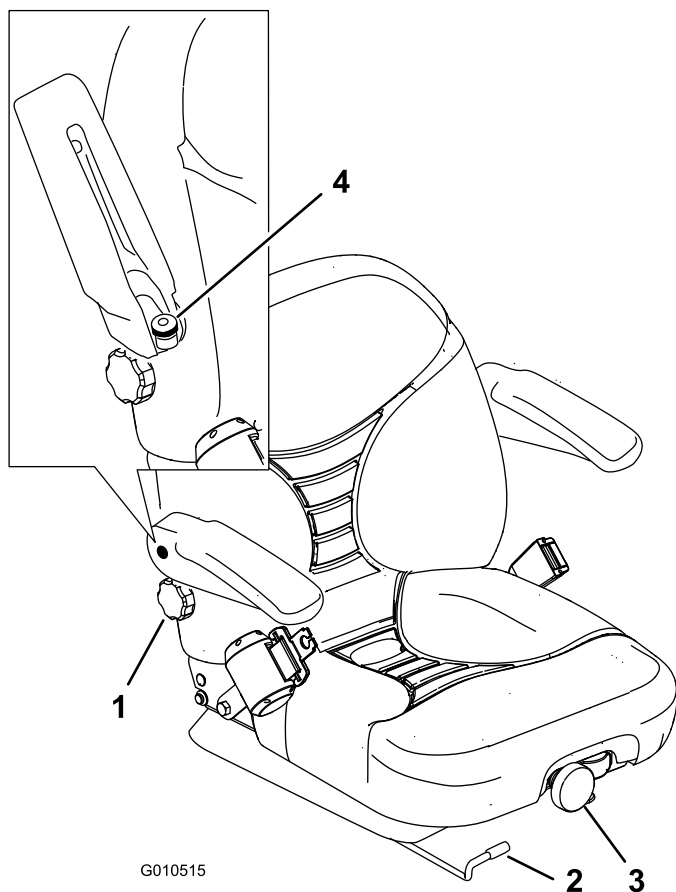

Figura 30
1. Mueva la palanca lateralmente para desbloquear el asiento (Figura 30).
Para ajustarlo, gire el pomo situado en la parte delantera en cualquier sentido hasta encontrar la posición más cómoda (Figura 30).
Para ajustarlo, gire el pomo situado debajo del reposabrazos derecho en cualquier sentido hasta encontrar la posición más cómoda (Figura 30).
Para ajustar el reposabrazos, levántelo y gire el pomo en cualquier sentido hasta encontrar la posición más cómoda (Figura 30).